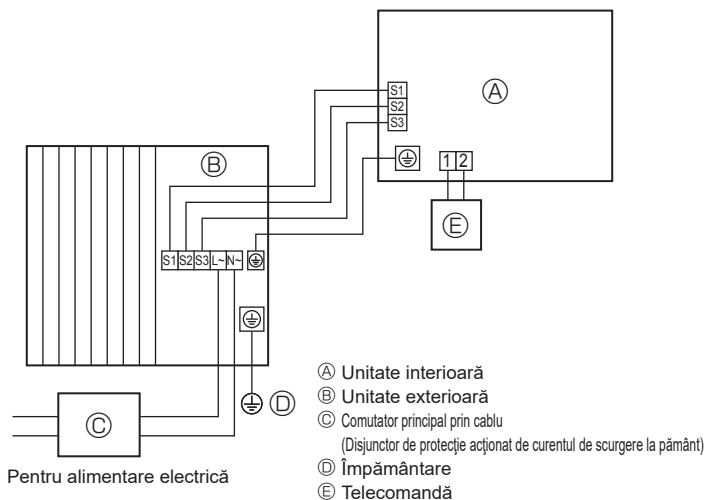
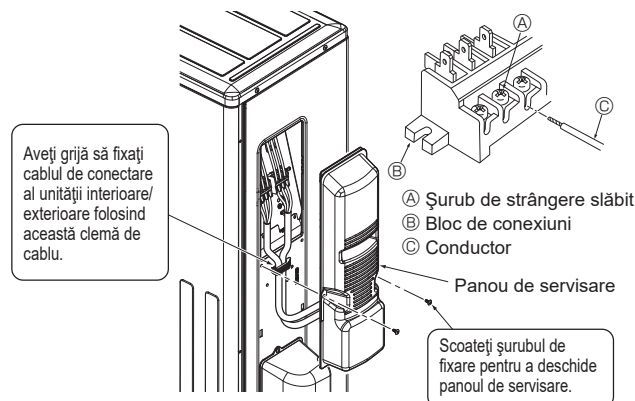

Fig. 6-1
Fig. 6-3
### 6.1. Unitatea exterioară (Fig. 6-1, Fig. 6-2, Fig. 6-3)
- ① Demontați panoul de întreținere.
- ② Conectați cablurile respectând instrucțiunile din Fig. 6-1, Fig. 6-2 și Fig. 6-3.